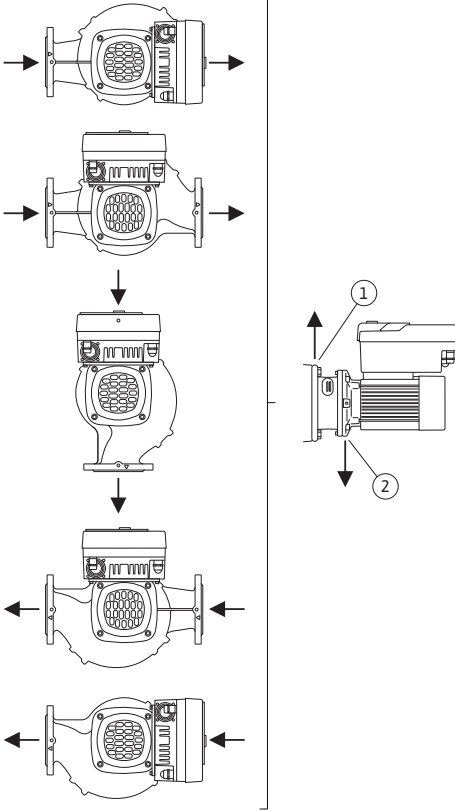

Fig. 17: Yatay mil ile izin verilen montaj konumları
- Yatay motor milinde kondens suyu deliğinin aşağıya doğru olması gerekir (Fig. 17, pos. 2). Gerekirse motor döndürülmelidir.